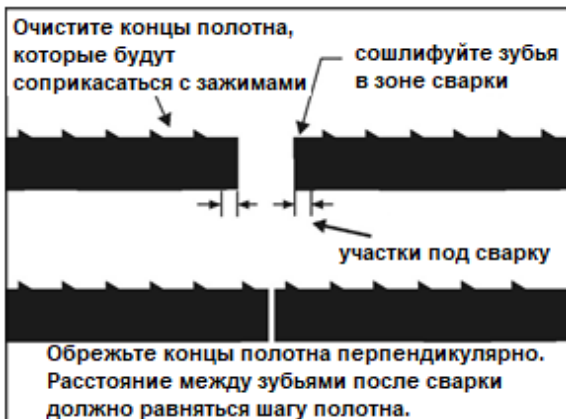

Рис. 13.
3. Расположите полотно так, чтобы после отрезки и сварки расстояние между зубьями с обеих сторон шва было равно шагу зубьев полотна. См. Рис. 13.
На полотнах с мелким шагом может понадобиться сошлифовать один или несколько зубьев с каждой стороны от реза, чтобы подготовить место под сварку и сохранить шаг полотна. См. Рис. 13 и раздел 11.5 Шлифование пильного полотна